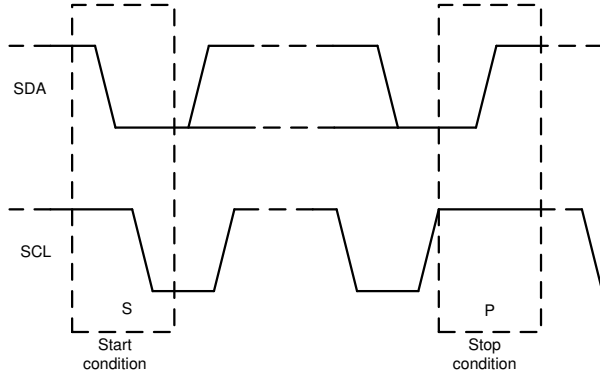

図 6-19. START 条件と STOP 条件
1. コントローラは、スタート条件を生成することで、データ転送を開始します。図 6-19 に示されているように、SCL が High の状態で SDA ラインに High から Low への遷移が発生すると、スタート条件となります。すべての I²C 互換デバイスは、スタート条件を認識します。
4. データ転送の終了を通知するために、コントローラは SCL ラインが High の状態で SDA ラインを Low から High に引き上げることでストップ条件を生成します。図 6-19 を参照してください。このアクションによってバスが解放され、アドレス指定されたターゲットとの通信リンクが停止します。すべての I²C 互換デバイスが、ストップ条件を認識します。ストップ条件の受信によって、バスは解放され、すべてのターゲット デバイスはスタート条件および一致するアドレスが送信されるのを待ちます。